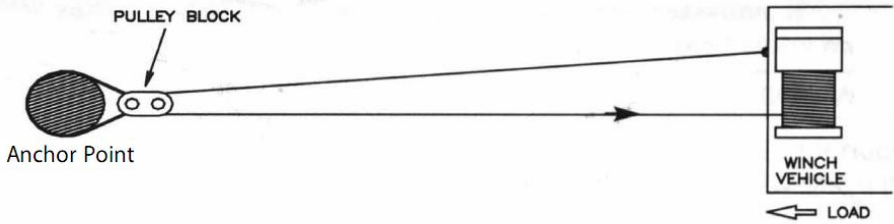

Figure 19
9. La figure 19 illustre une méthode de montage utilisée pour obtenir un avantage mécanique. L'utilisation d'un bloc de poulie double presque la capacité de traction de la ligne. (Veuillez noter que le bloc de poulie n'est pas inclus)